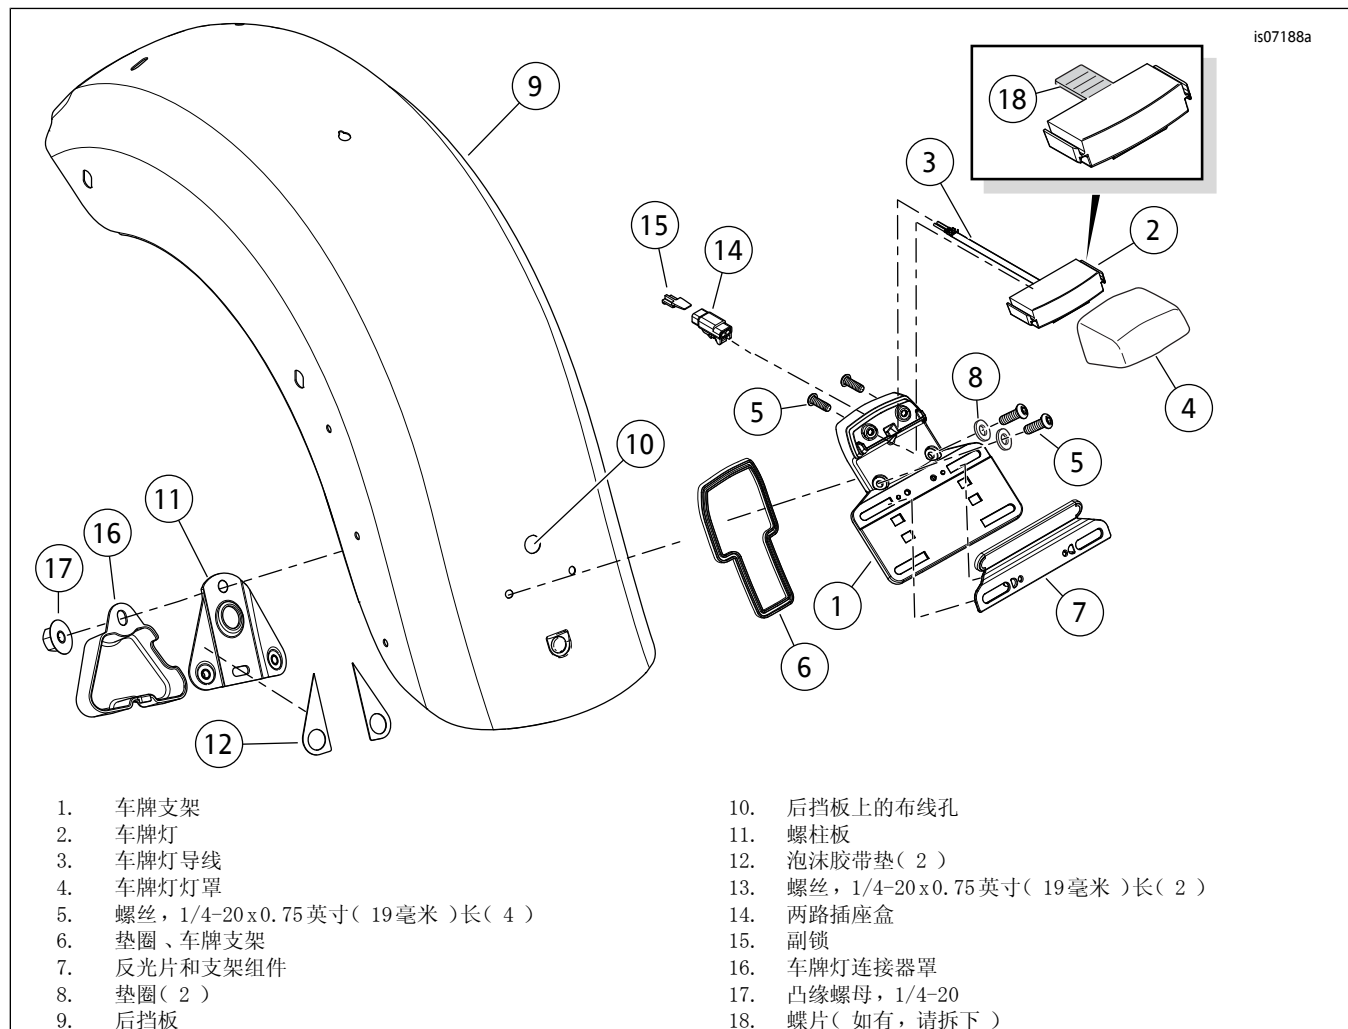

图3。车牌灯和支架安装
有些车牌灯有一个妨碍安装的蝶片(请参见图3插图,第18项)。请先拆下蝶片再继续。
1. 参见图 3。将车牌灯(2)和灯罩(4)组装至车牌支架(1)。